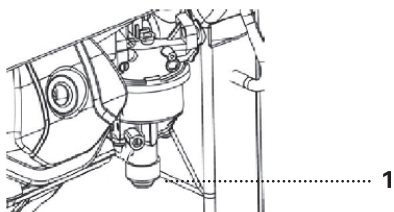

Рис. 16. Процедура слива топлива
2. Снять крышку топливного бака и сливную пробку (1) (рис. 16) с бачка карбюратора и слить топливо в подходящую емкость.